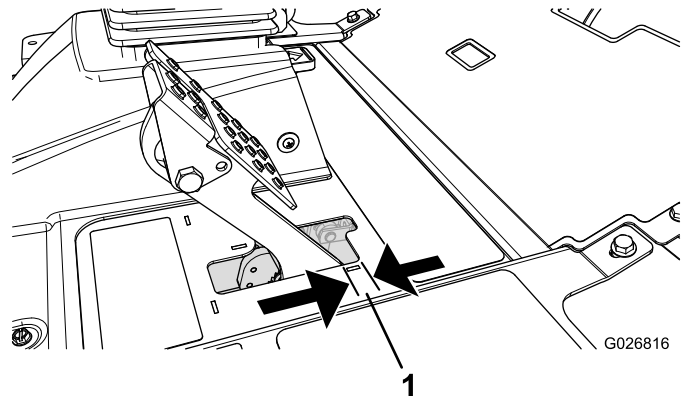

Figura 138
4. Apăsă ușor pedala de frână; măsoară distanța pe care se deplasează pedala fără a întâmpina rezistență (Figura 138).
Notă: Reglai frânele atunci când pedala de frână are o cursă liberă mai mare de 2,5 cm (Figura 138) sau când este necesară o forță de apăsare mai mare pentru frâna de parcare.
6. Strângeți piulițele din spate pentru a deplasa cablul spre spate până când pedalele de frână au o cursă liberă de 6 până la 13 mm (Figura 138), înainte ca frâna de parcare să blocheze roile.